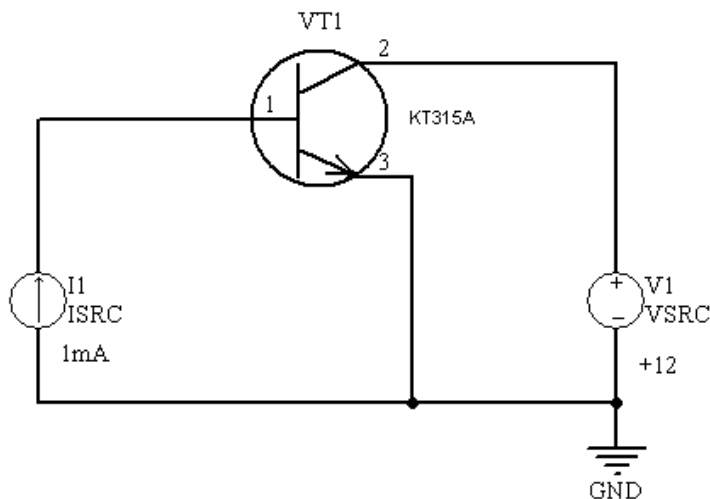

Рис. 9.5. Схема для моделирования вольт-амперных характеристик транзистора
Построим задачу расчета коллекторных вольт-амперных характеристик отечественного транзистора КТ315А. Электрическая схема для определения вольт-амперных характеристик транзистора приведена на рис. 9.5.
Программа позволяет выполнить анализ при изменении двух параметров элементов схемы, представленной на рис. 9.5.
2. Щелчком на кнопке **Setup Mixed-Signal Simulation** в меню **Mixed Sim** открыть диалоговое окно настроек режимов анализа и на шаге общих настроек **General Setup** (см. рис. 9.5) назначить: